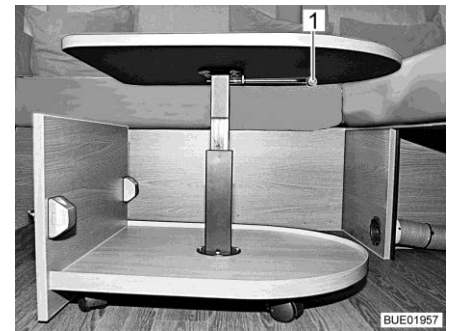

Fig. 132 Table de salon, sortie
- Tourner le levier de verrouillage (Fig. 132,1) de 90° vers le bas.